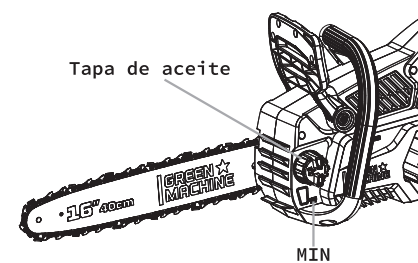

Fig. 2
1. Desenrosque la tapa de aceite (Fig.2)
2. Llene el tanque de aceite con aceite de cadena. El nivel de aceite debe estar arriba del límite de "MIN" y debajo de límite de "MAX" (Fig.2).